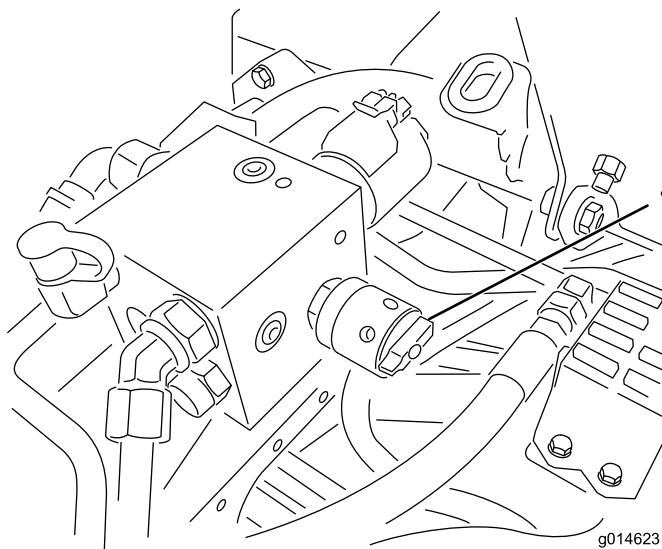

图39
4. 要设置滚刀的速度，请旋转旋钮 (图39) 直至指示器箭头与表示所需设置的数字对齐为止。